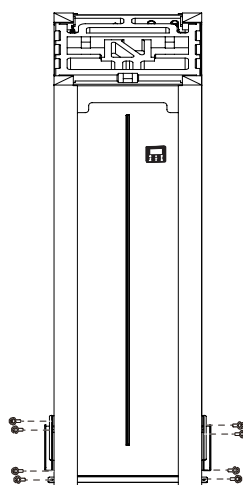

Fig. 2-5
- Enlevez les 8 vis de la tôle et retirez la tôle (voir Fig. 2-5).